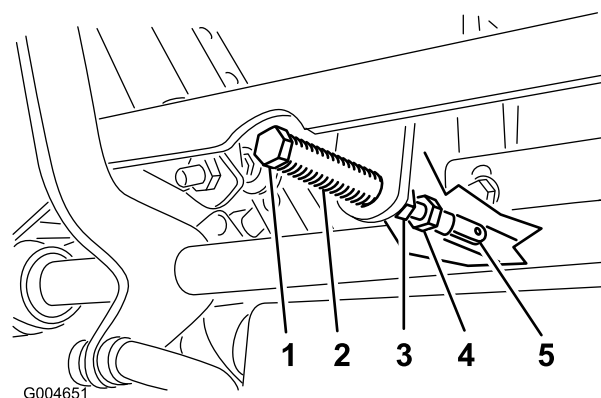

Рисунок 51
5. Потяните рычаг назад так, чтобы шплинтуемый штифт (на рычаге над осью поворота) вошел в контакт с концом паза (только начал надавливать на пружину), как показано на Рисунок 51.
7. Если требуется регулировка, ослабьте гайку и контргайку, прижимающую рычаг к вилке (Рисунок 51).
8. Слегка надавив в направлении назад на рычаг управления движением, поверните головку регулировочного болта в соответствующем направлении так, чтобы рычаг управления расположился по центру в НЕЙТРАЛЬНОМ ФИКСИРОВАННОМ положении (Рисунок 51).
9. Затяните гайку и контргайку (Рисунок 51).
10. Затяните контргайки в месте расположения шаровых шарниров (Рисунок 51).